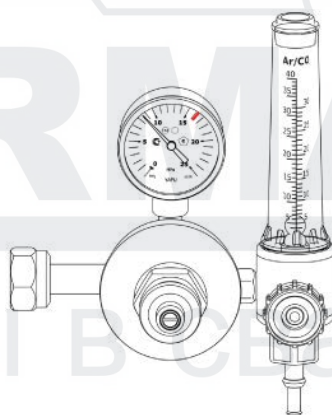

Рис. 13.0.4. Расход защитного газа.
6. С помощью регулятора (См. рис. 13.0.4) установите необходимый расход защитного газа (от 4 до 25 л/мин в зависимости от выполняемых задач или см. таблицу 14.9.3).